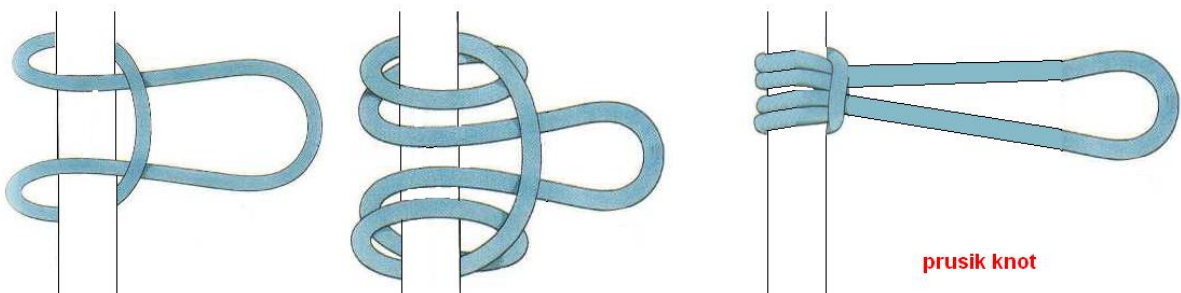

Fig. 2
- 3 - Installer le nœud Prussik autour de la drisse d'élagage (fig. 2)